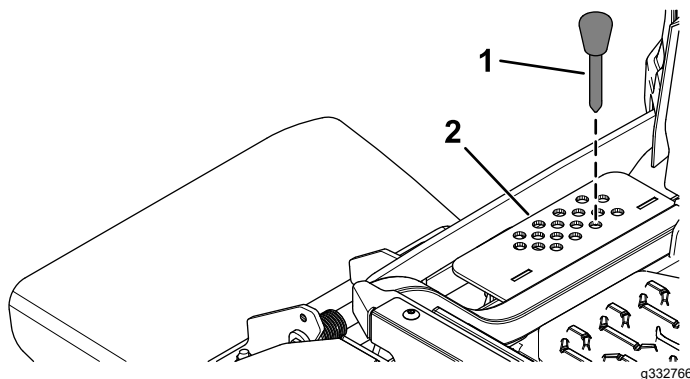

Figura 2
9. Remova o pino de altura de corte do suporte da altura de corte (Figura 2).